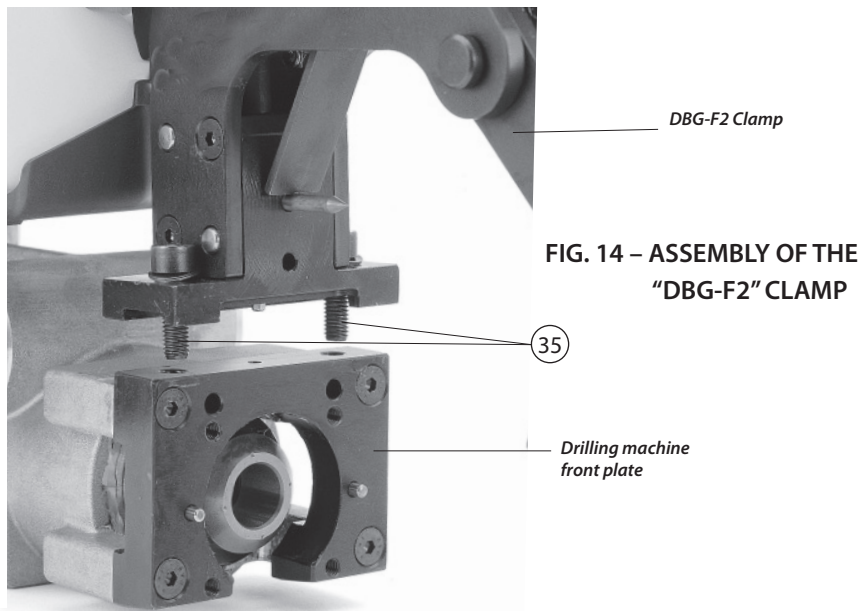

FIG. 14 – ASSEMBLY OF THE "DBG-F2" CLAMP
El dispositivo de bloqueo DBG-F2 está montado sobre la placa delantera del taladro, centrado por medio de la clavija de referencia correspondiente y fijado con los dos tornillos Allen cilíndricos M 8x25 (35) en dotación. En la Fig. 14 está ilustrado el montaje.